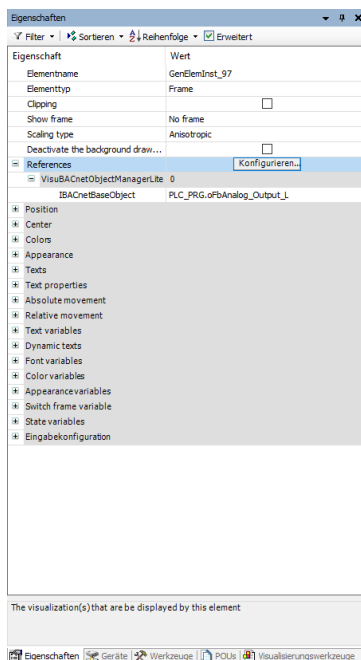

Abbildung 4: Eigenschaften
2. Als Frame „**WagoAppBACnet.VisuBACnetObjectManagerLite**“ auswählen (siehe Abbildung 4).
2. Als Frame „**WagoAppBACnet.VisuBACnetScheduler**“ auswählen (siehe Abbildung 4).